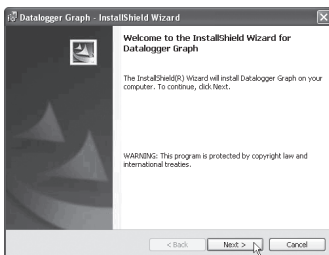

Fig. 3
1. Den Datenlogger an einen USB-Anschluss anschließen. Die Installation beginnt. Auf **Next** (Weiter) klicken. (Fig. 3)